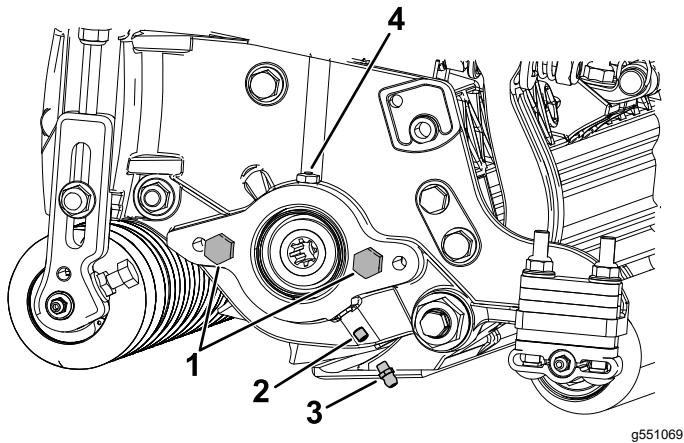

Bild 4
1. Entfernen Sie die Stellschraube an der Seitenplatte des Spindelmotors und werfen sie weg (Bild 4).
- Bringen Sie den geraden Schmiernippel an (Bild 4).
- Wenn die Seitenplatte des Spindelmotors keine Kopfschrauben hat, befestigen Sie sie (Bild 4).
- Fetten Sie die Seitenplatte ein, bis überschüssiges Fett aus der Fettöffnung austritt (Bild 4).